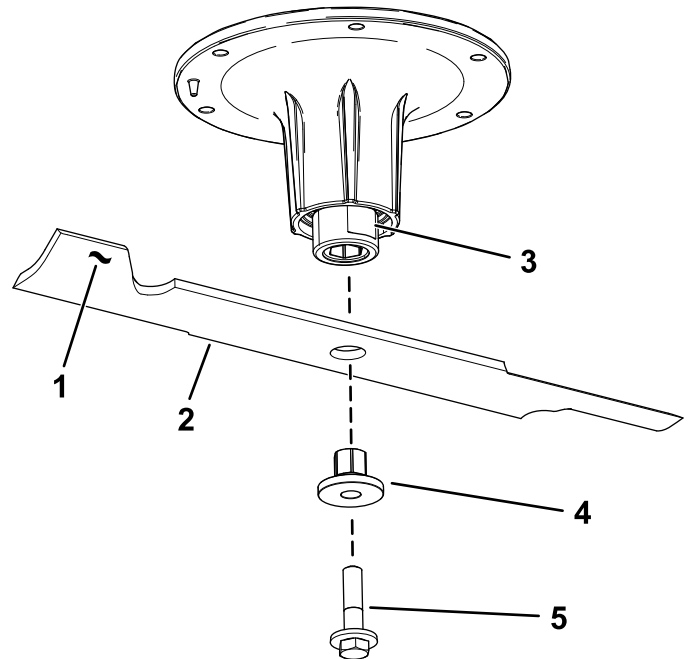

Figure 73
2. Retirez le boulon, la douille et la lame de l'axe de pivot (Figure 73).